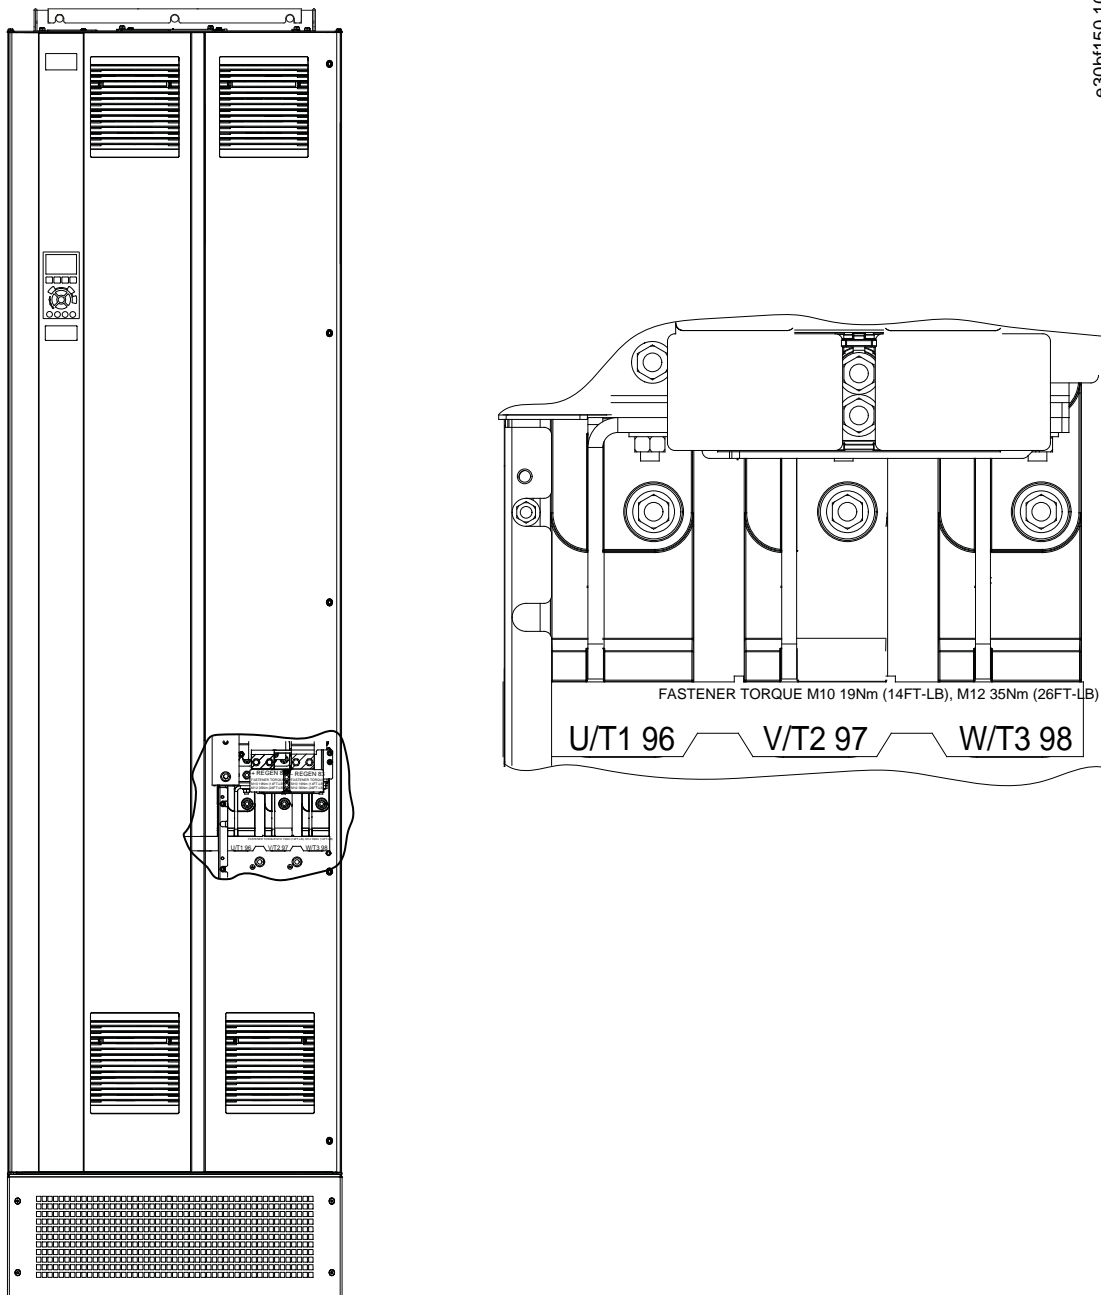

Abbildung 19: AC-Motorklemmen (abgebildet ist E1h).
4. Schließen Sie die 3 Phasen des Motorkabels an die Klemmen 96 (U), 97 (V) und 98 (W) an. Siehe Abbildung 19.